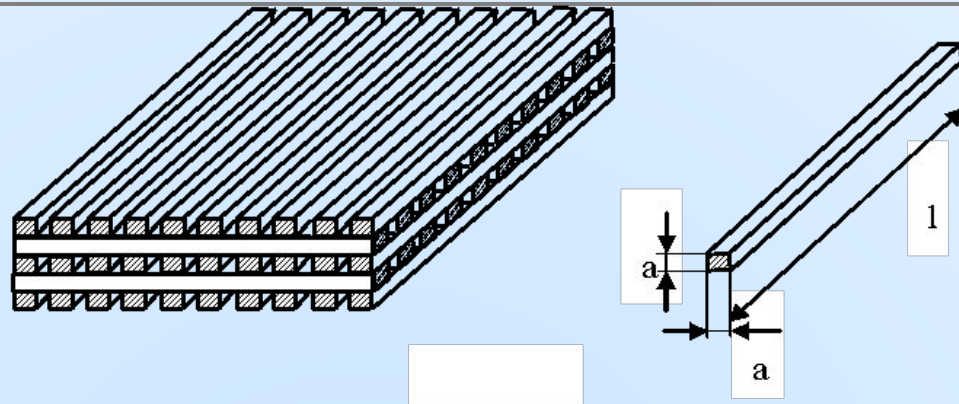

Рисунок 1 – Иллюстрация к задаче 3.
Массу (m) выгоревших деревянных брусьев (рисунок 1) можно определить, как произведение доли выгоревшей массы штабеля (η), плотности древесины (ρ), объема одного бруса (V), количества брусьев в одном ряду (k) и числа рядов брусьев в штабеле, то есть:
При определении площади поверхности горения стоит отметить, что в конструкции штабеля (рисунок 1) имеются скрытые ($S_{\text{скр}}$), не участвующие в процессе горения поверхности, и открытые поверхности ($S_{\text{откр}}$). Поэтому открытая поверхность (поверхность горения $S_{\text{пг}}$) рассчитывается как разность общей поверхности всех брусьев $S_{\text{общ}}$ и скрытой поверхности брусьев в штабеле $S_{\text{скр}}$: